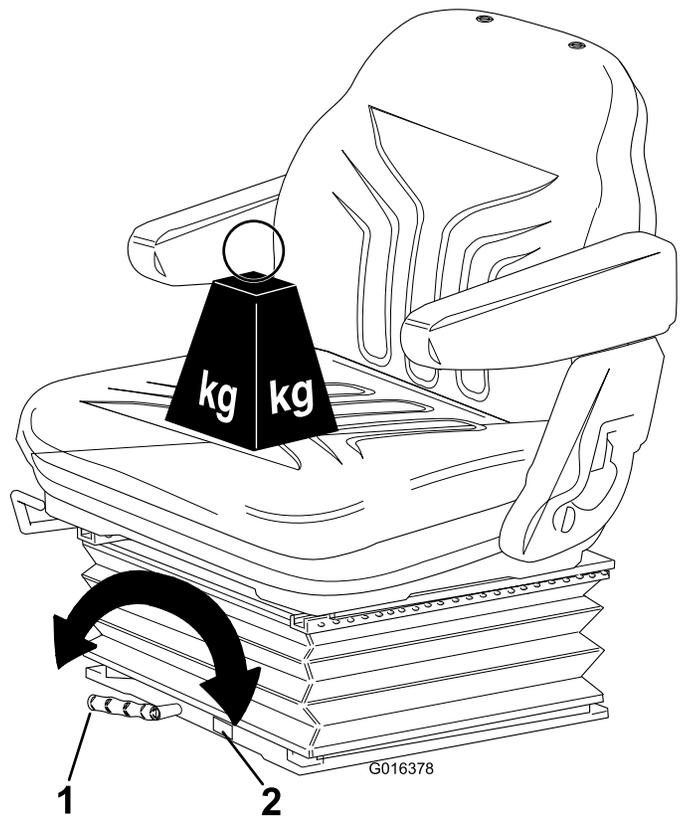

Figure 23
- **Réglage selon le poids de l'utilisateur :** Tournez la poignée dans le sens horaire pour augmenter la rigidité de la suspension et dans le sens antihoraire pour la réduire. Le cadran indique que le réglage optimal de la suspension a été effectué en tenant compte du poids de l'utilisateur (kg) ; voir Figure 23.